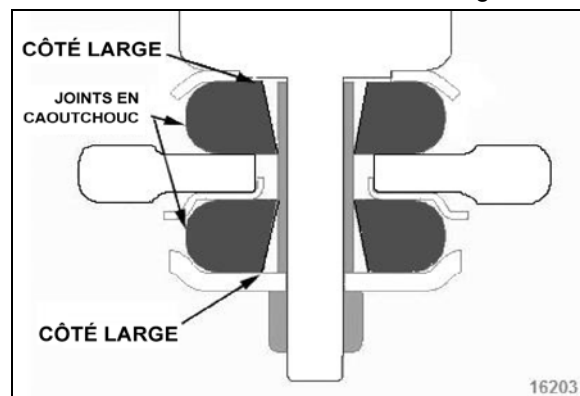

FIGURE 47 : BAGUES DE MONTAGE INFÉRIEUR D'AMORTISSEUR
3. Sur le montage inférieur, veillez à poser les joints de caoutchouc avec le côté large du trou taraudé comme illustré dans Figure 47.